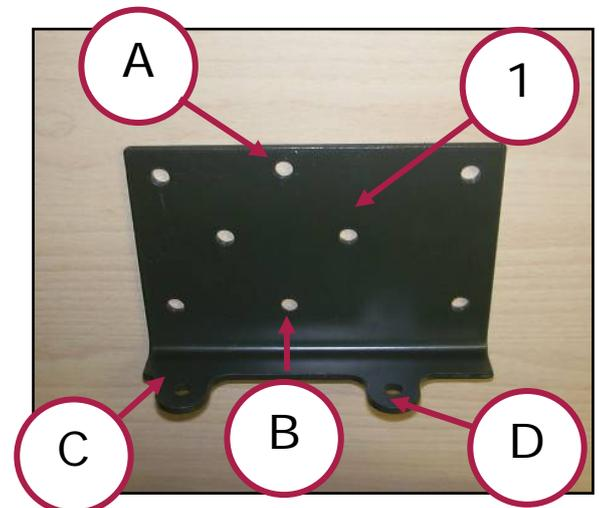
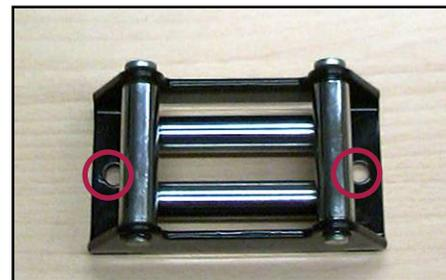

Figura 6 – Piastra di collegamento.
Figura 7 – Guida cavo / fine corsa.
L'Argano viene fornito assieme alla piastra di collegamento (1), alla quale è fissato tramite una coppia di bulloni e relative rosette di sicurezza, passanti attraverso i fori "A" e "B" (Figura 6).
Successivamente deve essere fissato il dispositivo guida-cavo alla piastra di collegamento, anteriormente al tamburo. Le viti di fissaggio devono essere inserite nei fori "C" e "D" (Figura 6) della piastra di collegamento e nei due fori del guida-cavo (Figura 7).